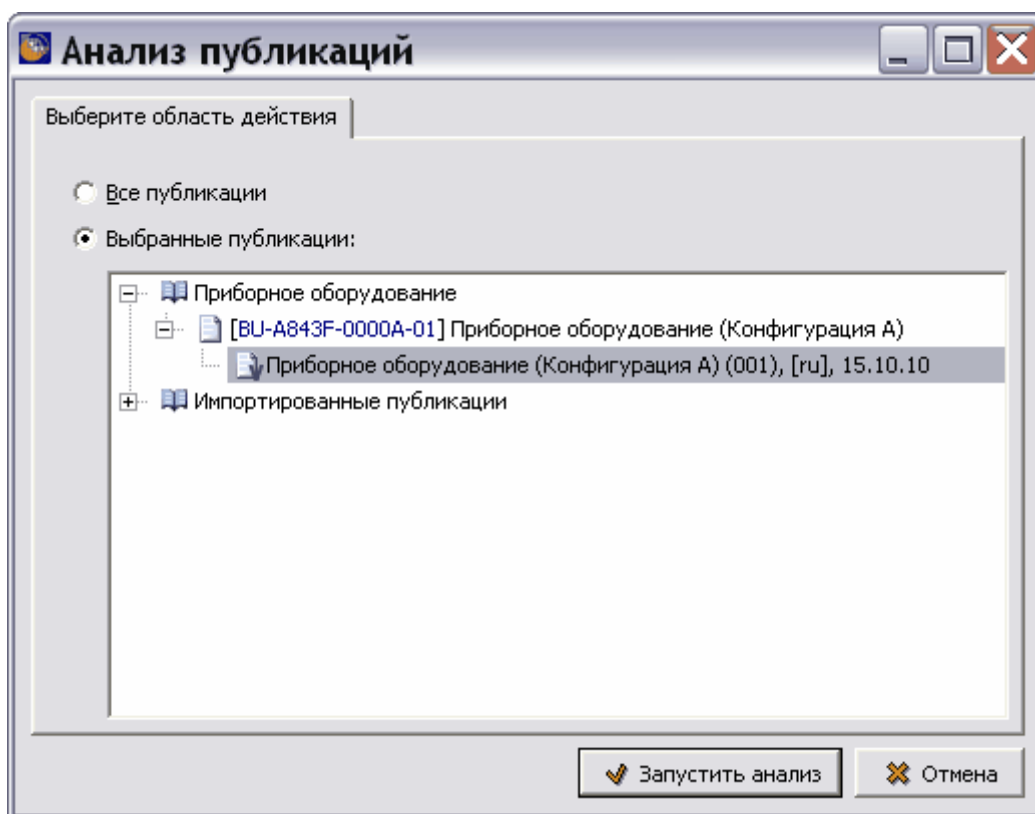

Рис. 21.105
4. Включите радиокнопку **Выбранные публикации**. После этого станет доступно окно для выбора публикаций. Выберите публикацию для анализа (Рис. 21.105).